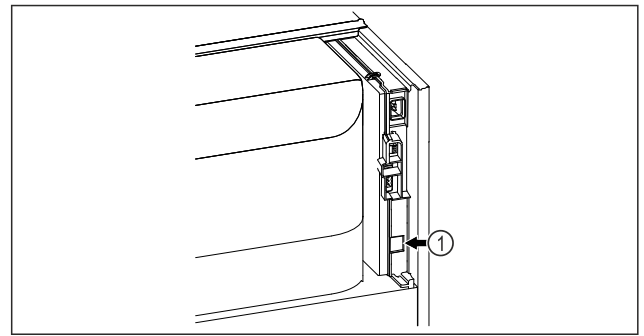

Fig. 129
- SmartModule Fig. 129 (1) je nasadený.